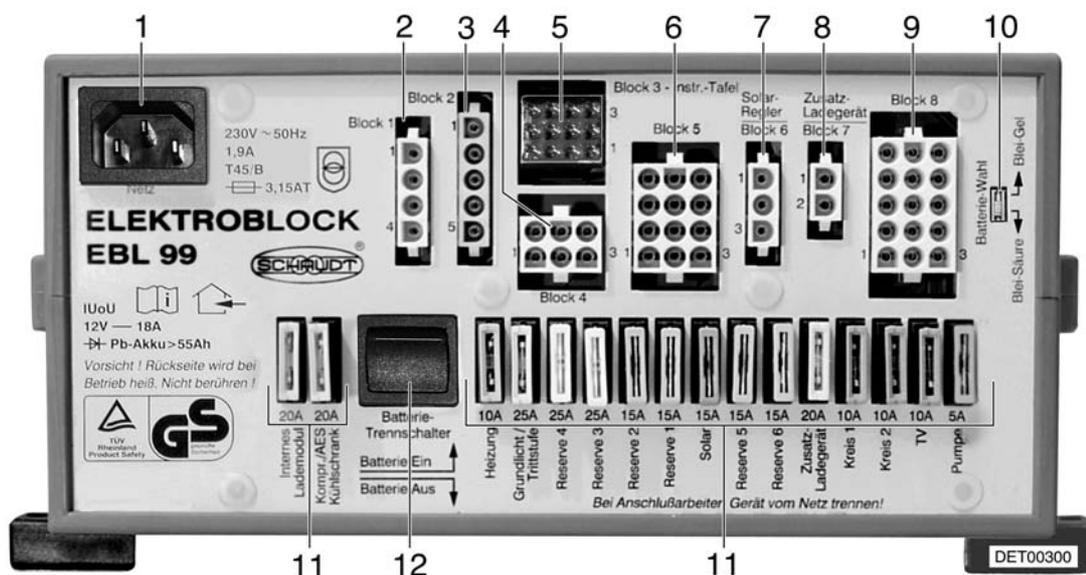

Fig. 52 Centralina elettrica EBL 99
La centralina elettrica (Fig. 52) è situata dietro il sedile del guidatore, nel sedile.
L'interruttore staccabatteria (Fig. 52,12) serve a disinserire tutte le utenze a 12 V dell'abitacolo. In tal modo si evita uno scaricamento eccessivo della batteria dell'abitacolo nei lunghi periodi di fermo del veicolo (per esempio in occasione di inattività temporanea).
► L'impostazione di stabilimento del selettore batteria (Fig. 52,10) ("Piombo-Gel") non deve essere modificata.